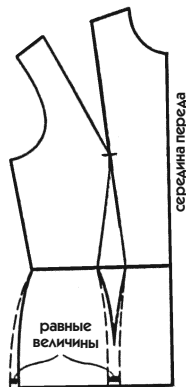

Рис. 86
- Если не требуется подчеркнуть линию талии, можно провести линию бокового среза, как показано на рис. 86.
1. Вытачку от талии оставляют такой же, как на лифе (рис. 86). Имейте в виду, что полученная на юбке вытачка может подойти только для фигуры с небольшой полнотой в этом месте.
2. От точек реального распах вытачки по лифу сделайте сплошными линиями на юбке вогнутую вытачку длиной 12—15 см (рис. 86).
3. По линии бедер вычтите из бокового среза общую величину уменьшения распах вытачки и от этой точки начертите сплошную изогнутую линию, соединяющую ее с линией талии (рис. 86).
уменьшения вытачки по линии талии, то вернитесь к рис. 86 (мы намеренно подчеркиваем «если...», потому что объяснения даны для любого базового лекала, а не только для нашего уменьшенного).